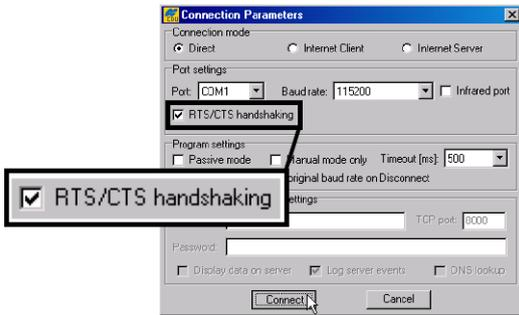

Figura 4-1. Parámetros de conexión. RTS/CTS Handshaking
2. En el cuadro de diálogo **Connection Parameters**, habilite el protocolo de enlace **RTS/CTS handshaking** y haga clic en **Connect** (Figura 4-1).